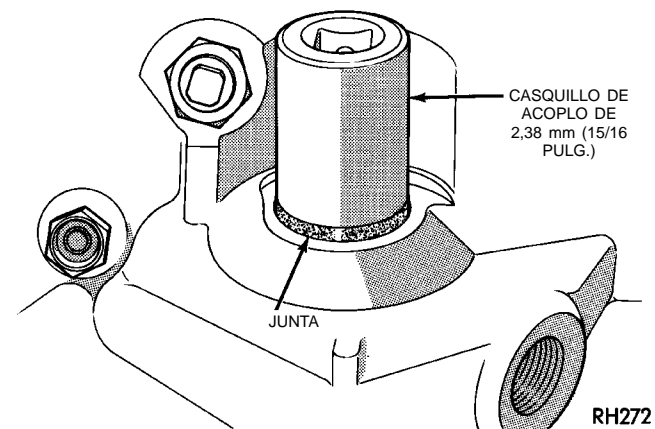

Fig. 33 Junta del eje de la palanca manual
(3) Verifique el estado de la junta del eje de la palanca manual de la caja de la transmisión. Reemplace la junta si el borde estuviera cortado o desgastado. Instale una junta nueva con un casquillo de acoplo de 2,38 cm (15/16 pulg.) de profundidad (Fig. 33).